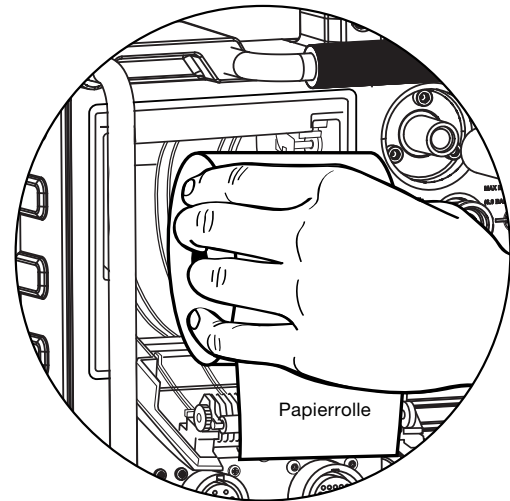

Abb. 52—Einlegen der Papierrolle
3. Legen Sie die neue Papierrolle wie dargestellt in den Drucker (Abb. 52). Vergewissern Sie sich, dass die Papierrolle so eingesetzt wurde, dass die Papierzufuhr von oben erfolgt.